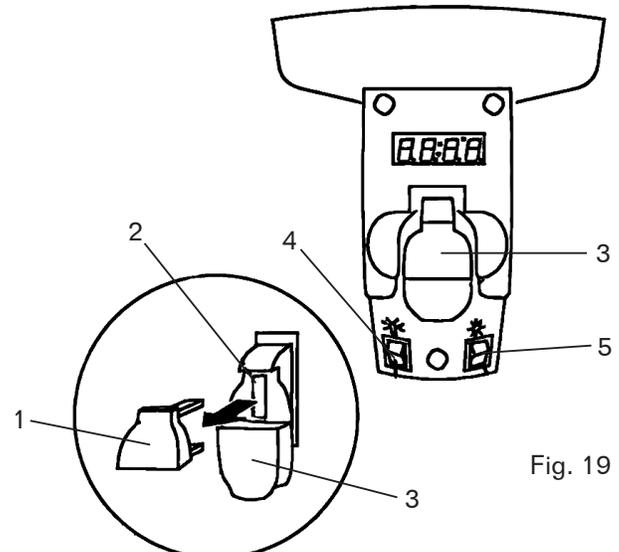

Fig. 19
INTERRUPTOR DE ENCENDIDO / APAGADO DE LA PRENSA DE TALADRO (FIG. 19)
- Para encender la taladradora, inserte la llave de seguridad amarilla (Fig. 19 - 1) en la caja del interruptor (Fig. 19 - 2). Como característica de seguridad, el interruptor no se puede encender sin la llave de seguridad.
- Para bloquear el interruptor en la posición APAGADO, retire la llave de seguridad (Fig. 19 - 1) del interruptor. Guarde la llave de seguridad en un lugar seguro fuera del alcance de los niños.
INTERRUPTORES DE ENCENDIDO/APAGADO DE LÍNEA DE LUZ Y LÁSER (FIG. 19)
El interruptor de luz (Fig. 19 - 3) está ubicado en la cubierta de la lámpara. El interruptor láser (Fig. 19 - 4) se encuentra debajo del interruptor ON/OFF a la derecha.